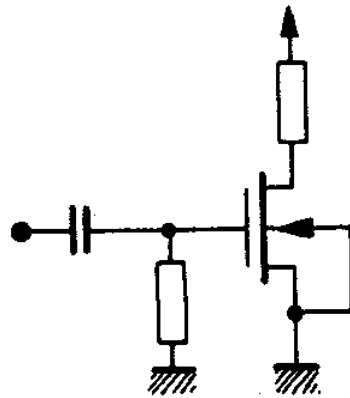

Fig. 24
2) Le MOS à appauvrissement peut travailler à tension de gate nulle (ce qui constitue un grand avantage sur les FET) (figure 24). On l'emploiera, plus fréquemment, en amplification BF, HF ou VHF, ainsi qu'en changement de fréquence. Il